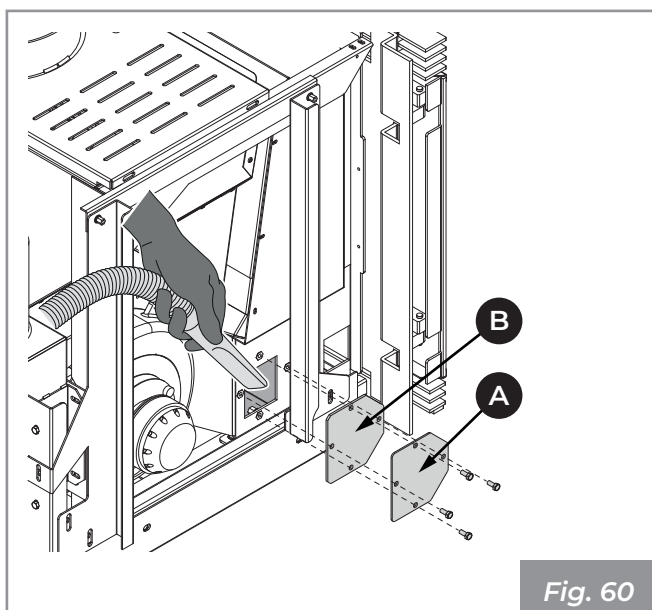

Fig. 60
- Aspirer les cendres dans l'endroit indiqué dans l'image (Fig. 60).